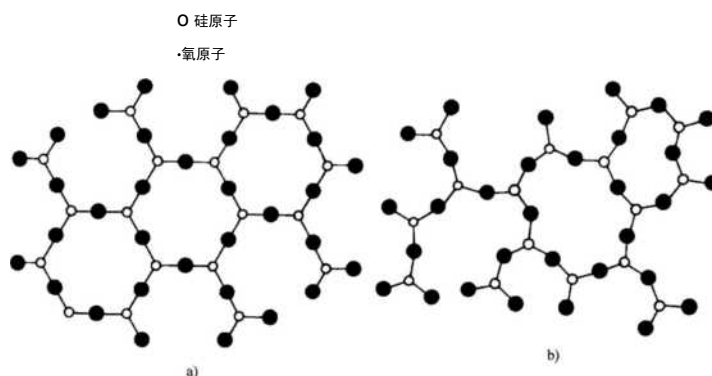

图 1-4 二氧化硅结构示意图
(1) 固体材料根据原子（或原子团、分子）的排列可分成两大类，晶体与非晶体（图 1-4）。